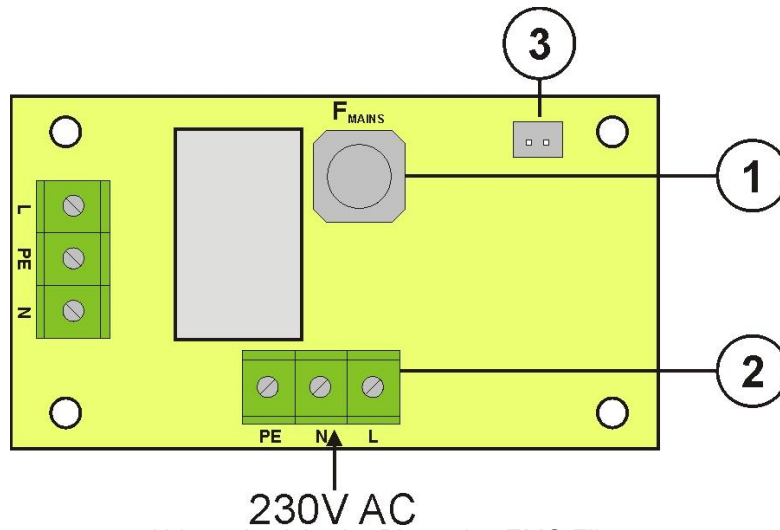

Abb. 3. Ansicht der Platte des EMC Filters.
Tabelle 2. Elemente der PCB Platte des EMC Filters (Abb. 3)
| ⑦ | Filtermodul EMC (Tab. 2, Abb. 3) |